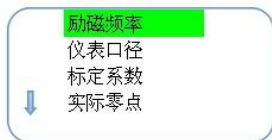

图 7
在执行以上操作后，界面会提示要求输入密码，输入 052500 后，按  即可进入工厂设置菜单，如图 7 所示。
-在图 7 界面按  一次进入设定界面。
-在图 7 界面按  一次  一次进入设定界面。
-在图 7 界面依次按  二次→ 一次进入设定界面。
-在图 7 界面依次按  三次→ 一次进入设定界面。
-在图 7 界面依次按  四次→ 一次进入设定界面。
-在图 7 界面依次按  五次→ 一次进入设定界面。
-在图 7 界面依次按  六次→ 一次进入设定界面。
-在图 7 界面依次按  七次→ 一次进入设定界面。
-在图 7 界面依次按  八次→ 一次进入设定界面。
-在图 7 界面依次按  九次→ 一次进入设定界面。
-在图 7 界面按  一次进入设定界面。显示语言可以切换为中文、英文和俄罗斯语言。
-在图 7 界面按  一次→ 一次进入设定界面。可以设置新的工厂参数密码，代替原先的 110800。